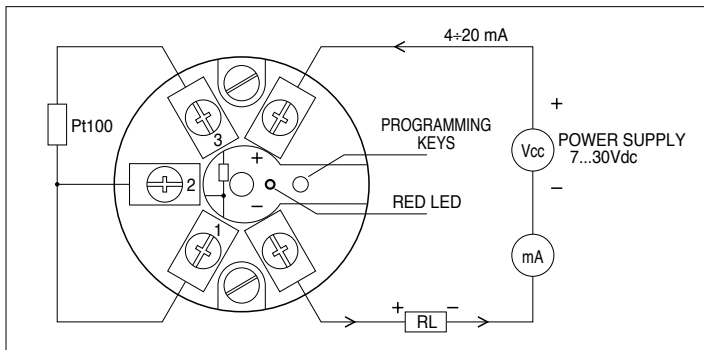

Fig. 2 Schéma de branchement et programmation des transmetteurs.
Sortie	4...20 mA (ou 20...4 mA) 22 mA en cas de programmation erronée ou température hors du gamme note 1 et Fig. 2
La Fig. 2 montre les diagrammes de branchement des transmetteurs dans la boucle de courant. Pour obtenir la précision la meilleure, il faut faire le branchement à la Pt100 avec 3 fils du même diamètre pour garantir la même impédance à chaque branchement. Avec le symbole RL (load) on représente n'importe quel dispositif introduit dans le loop de courant, c'est à dire un indicateur, un contrôleur, un data logger ou un enregistreur.
1. Brancher le transmetteur à programmer comme on montre à la Fig. 2 et régler le calibreur Pt100 à la température demandée pour les 4 mA (par exemple si on veut régler le gamme -50...+200°C, on réglera le calibreur à -50°C ou réciproquement on branchera une résistance de 80,31Ω entre les bornes 1 et 3 avec 1 et 2 en court-circuit).